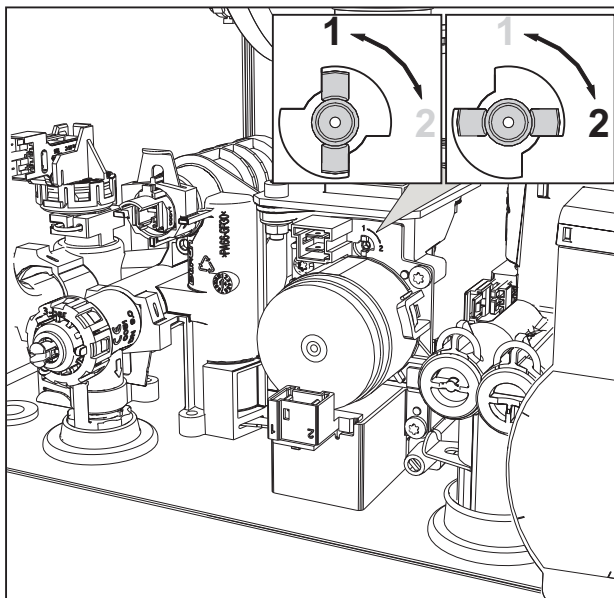

fig. 31
3. Rotiți Throttle (fig. 31) în funcție de poziția indicată în tabel 8.